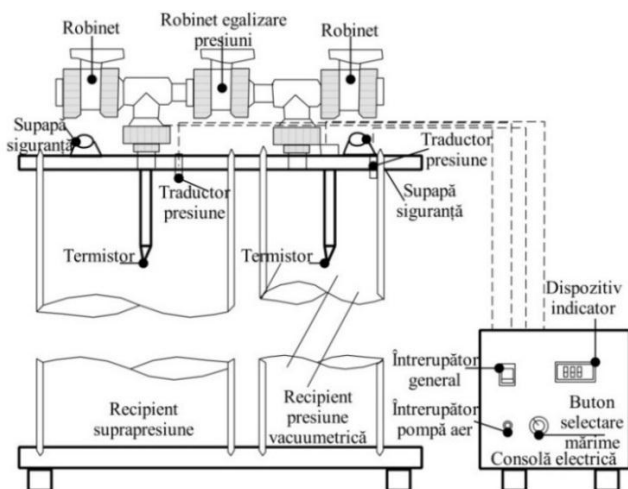

Fig. 4.13 Instalația pentru măsurarea suprapresiunii și a presiunii vacuumetrice
- măsurarea suprapresiunii dintr-un recipient, presiune realizată de o pompă de aer, utilizând un manometru cu traductor electric (folosind instalația din Fig. 4.13);
- măsurarea presiunii vacuummetrice dintr-un recipient, presiune realizată de către o pompă de vid, utilizând un manometru cu traductor electric (folosind instalația din Fig. 4.13);